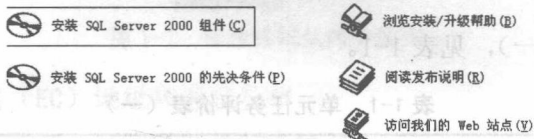

图 1-11 SQL Server 安装起始界面
1) 选择安装 SQL Server 2000 组件, 如图 1-11 所示。